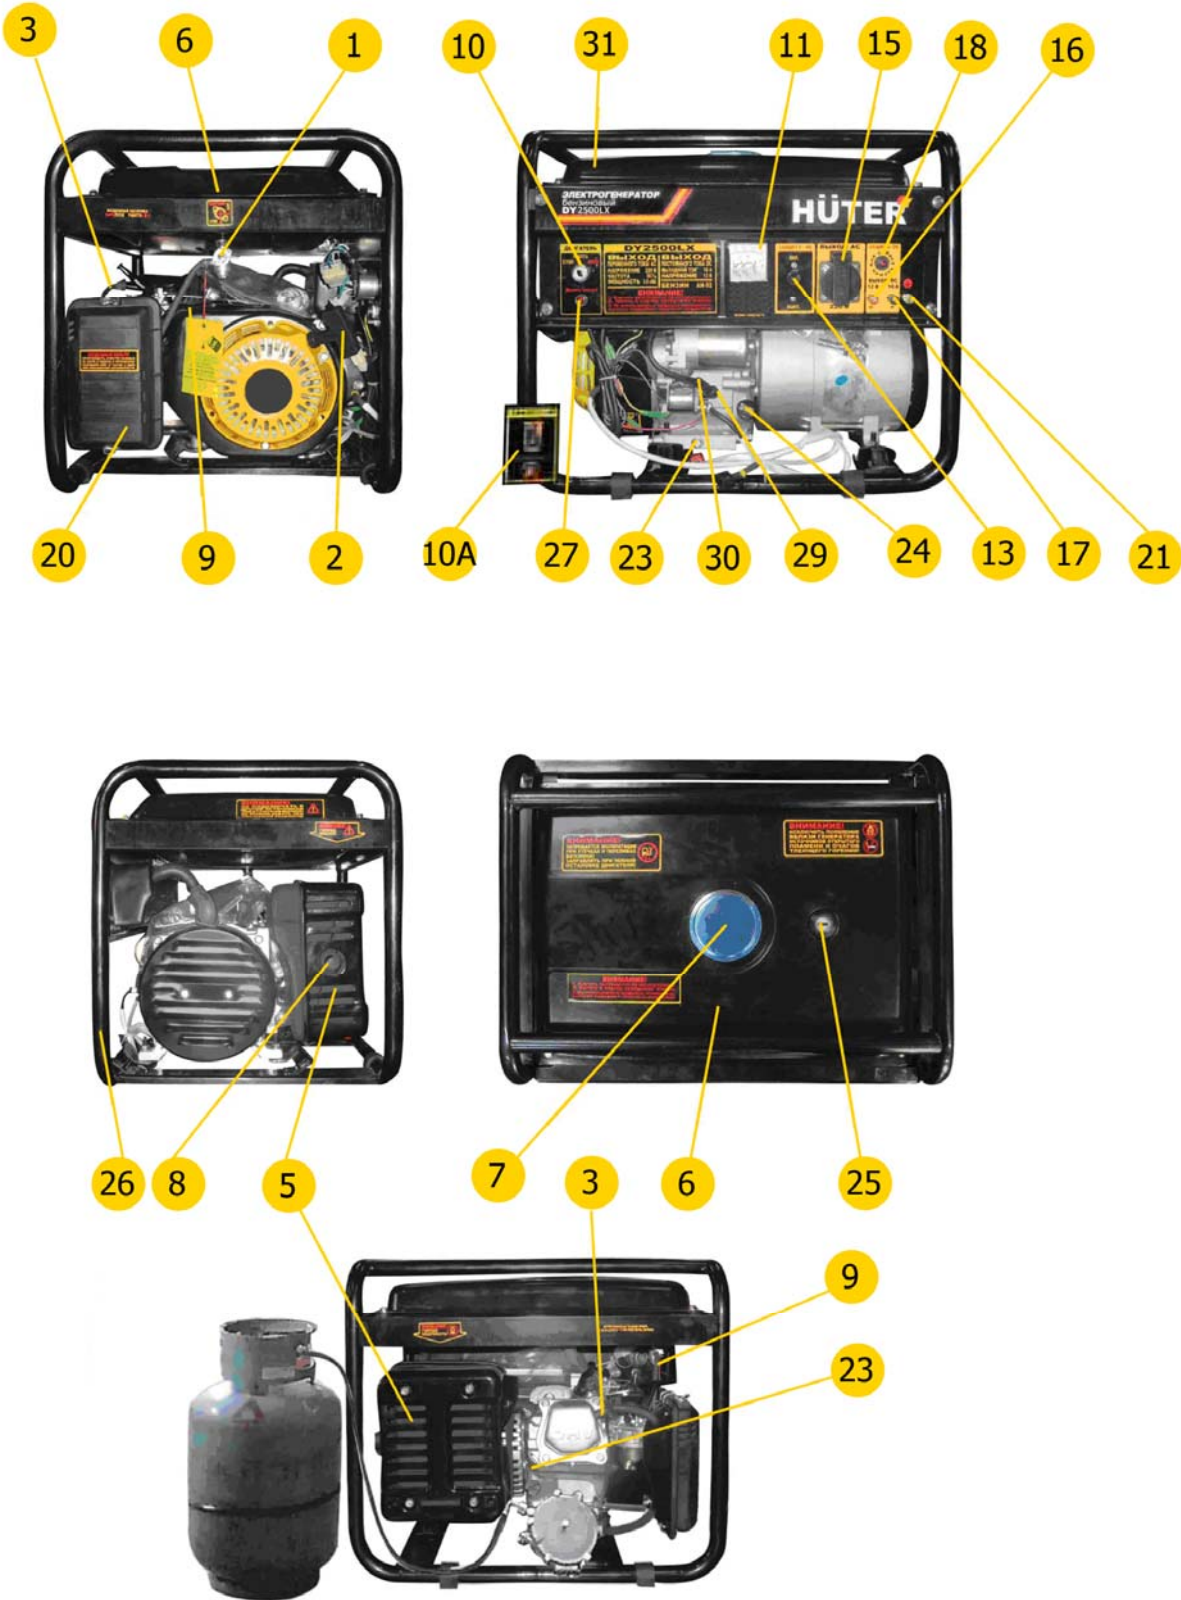
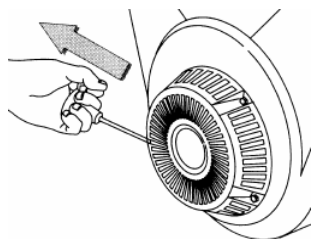

Рис. 1
Рис. 2
- Вывинтить щуп поз. 24 (рис. 1) и залить в картер масло соответствующего типа (таблица 2 п. 8) до нижнего края горловины. Вставить чистый сухой щуп в горловину картера и вынуть его. Проверить уровень масла: граница смоченной области щупа должна располагаться между отметками минимального и максимального уровней.
- При установке генератора следует подключить к резьбовой клемме (поз. 18) (рис. 1) проводник заземляющего устройства, удовлетворяющего требованиям раздела «Обеспечение требований безопасности».
- Отключить все потребители переменного тока от генератора, переведя рычаг автоматического выключателя (поз. 12 рис. 1) в отключенное положение «0», отсоединить потребители постоянного тока от клемм (поз. 14, 15 рис. 1).
- При использовании бензина открыть топливный кран поз. 1 (рис. 1) при закрытом вентиле газового баллона, см. также рис. 3, или открыть вентиль газового баллона при закрытом топливном кране поз. 1 (рис. 1) в случае использования газа. **Внимание!** Если предполагается использование газа после использования бензина, следует выработать или слить бензин из поплавковой камеры карбюратора. Слив бензина производить в соответствии с пп. 9.7 Не производить переход на альтернативный вид топлива при работающем генераторе!
- При использовании бензина перевести рычаг управления воздушной заслонкой (поз. 8 рис. 1) в крайнее левое положение при пуске холодного двигателя и в промежуточное положение при пуске прогретого двигателя. При использовании газа нажать на несколько секунд кнопку в центре регулятора для заполнения впускной трубы газом, затем опустить кнопку.
- Перевести выключатель двигателя (поз. 9 рис. 1) в отключенное положение «0».
- Плавно вытянуть до упора трос ручного стартера за ручку (поз. 2 рис. 1) и вернуть в исходное положение (см. также рис. 2).
- Перевести выключатель двигателя (поз. 9 рис. 1) во включенное положение «1».
- При ручном пуске придерживая генератор за раму, резко с интенсивным усилием вытянуть трос стартера до упора (рис. 2), повторив действие несколько раз при необходимости. Если двигатель не запускается, следует изменить положение рычага воздушной заслонки, сдвигая его вправо тем больше, чем выше температура двигателя и окружающего воздуха при использовании бензина или повторить кратковременное нажатие кнопки регулятора при работе на газе, затем повторить пуск с помощью стартера. Включение электрического стартера производится поворотом ключа выключателя (поз.9 рис.1) в крайнее правое положение «пуск». Сразу после пуска двигателя отпустить ключ для обеспечения его самовозврата в среднее положение. При срабатывании защиты (поз.26 рис.1) нажать сброс после остывания автоматического выключателя.
- При работе на бензине после прогрева двигателя в течение времени около 10-40 секунд, в зависимости от начальной температуры, перевести рычаг заслонки (поз. 8 рис. 1) в крайнее правое положение, если при этом двигатель работает неустойчиво вернуть рычаг заслонки (поз. 8) в прежнее положение и обеспечить завершение прогрева.
- Подключить к разъемам генератора потребители, соответствующие требованиям раздела «Обеспечение требований безопасности». Полная (сумма активной и реактивной) мощность всех подключаемых потребителей в стационарном режиме не должна превышать значений номинальной мощности, указанных в Таблице 1. Не допускается длительное превышение номинальной мощности более, чем на 10% свыше номинального значения. Включить автоматический выключатель (поз. 12 рис. 1), установив его рычаг управления в положение «1».
- При работающем генераторе отключить автоматический выключатель (поз. 12 рис. 1), отсоединить потребители постоянного тока от клемм.
- Закрывать топливный кран (поз. 1 рис. 1). Закрывать вентиль газового баллона.
6.1 Наличие и величина напряжения переменного тока индицируется и измеряется вольтметром (поз. 11 рис. 1).
6.2 Причиной отсутствия напряжения при работающем генераторе может служить срабатывание автоматических выключателей защиты цепей от перегрузки (поз. 12, 16 рис.1). В этом случае следует устранить причину перегрузки и нажать кнопку или клавишу сброса соответствующего автоматического выключателя после его остывания.